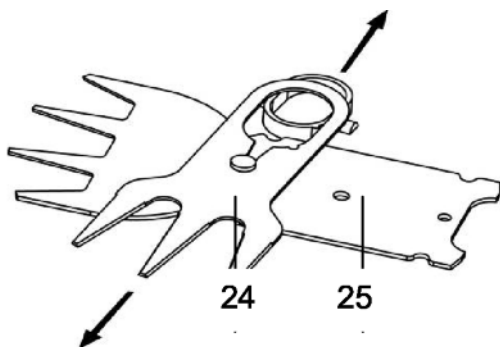

Fig.11
### Afilarse la cuchilla de las cizallas cortacésped (Fig.11):
- 2) Separar la cuchilla superior (24) de la inferior (25) (Fig.11).